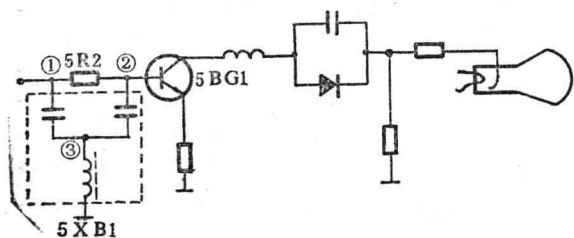

图 1-4
〔分析检修〕 开机观察显象管灯丝暗红,管内无漏气、跳火现象,基本排除显象管损坏的可能性。测显象管加速极电压,正常。调节亮度旋钮,栅极电压变化范围正常,说明行扫描电路及亮度调整电路工作是正常的。测显象管阴极电压比正常值高出许多,显然显象管已进入了截止状态。本机视频电路与显象管之间采取直接耦合方式,各点的直流电位相互影响,显象管阴极电位过高,可能是由前级电路引起。接着测视放管 5BG1 集电极电压也过高,表明视放管也已截止。又测 5BG1 基极电压为零,正常值为 3V。用电阻档测视放管基极对地电阻也为零,说明视放管基极已对地短路。视放管的基极接有一个 6.5MHz 伴音桥 T 吸收陷波器 5XB1,其电路如图 1-4 所示,判断是桥 T 电路对地短路。断开桥 T 电路,视放管基极电压立即恢复了正常,光栅出现。检查 5XB1,发现接在②、③端之间的电容已击穿,更换电容后,电视机恢复正常工作。